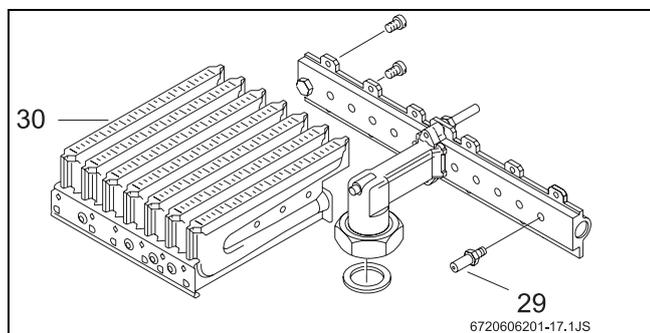

Fig. 2
- ▶ Smontare entrambe le rampe degli ugelli (→Fig. 2, pos. 30) e sostituire gli ugelli (→Fig. 2, pos. 29).